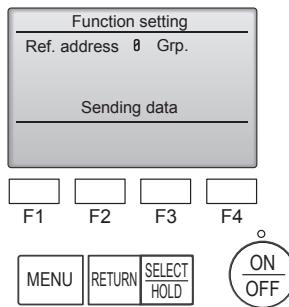

Fig. 7-16
⑥ (Fig. 7-16)
① Accès au mode de sélection des fonctions